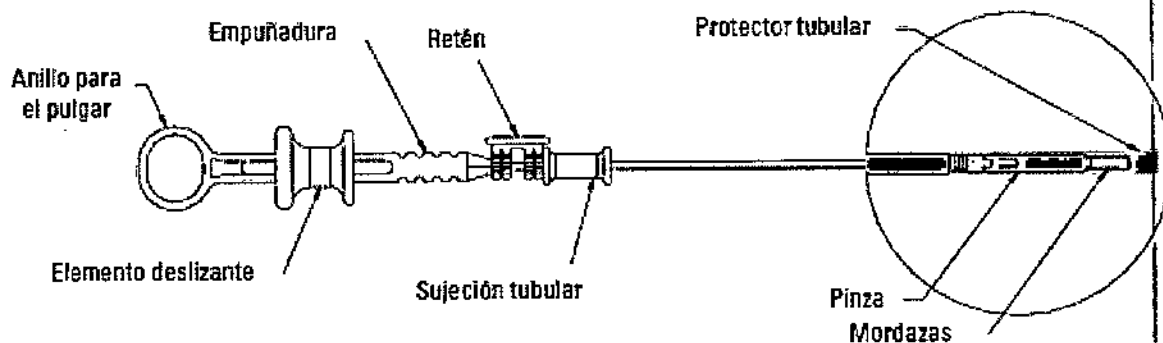
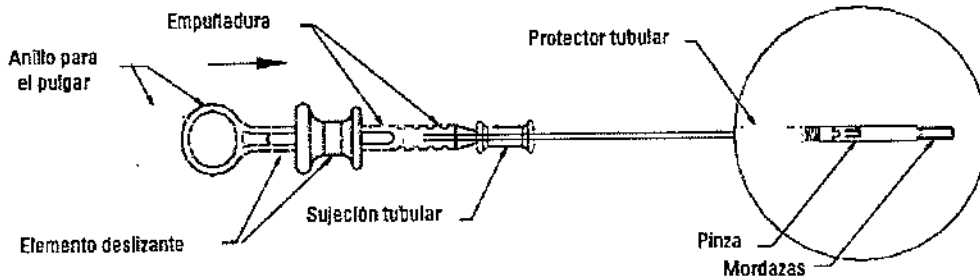

Figura 1: Dispositivo de pinza Resolution
Figura 2: Extracción del retén y exposición de la pinza
2. Cuando se observe que el dispositivo de pinza Resolution™ sale del extremo del endoscopio en una visualización directa, retire el retén situado entre la sujeción tubular y la empuñadura según se indica en la figura 1. Para exponer completamente las mordazas de la pinza Resolution, mantenga la sujeción en dirección distal hasta que descansa sobre la empuñadura, según se muestra en la figura 2.